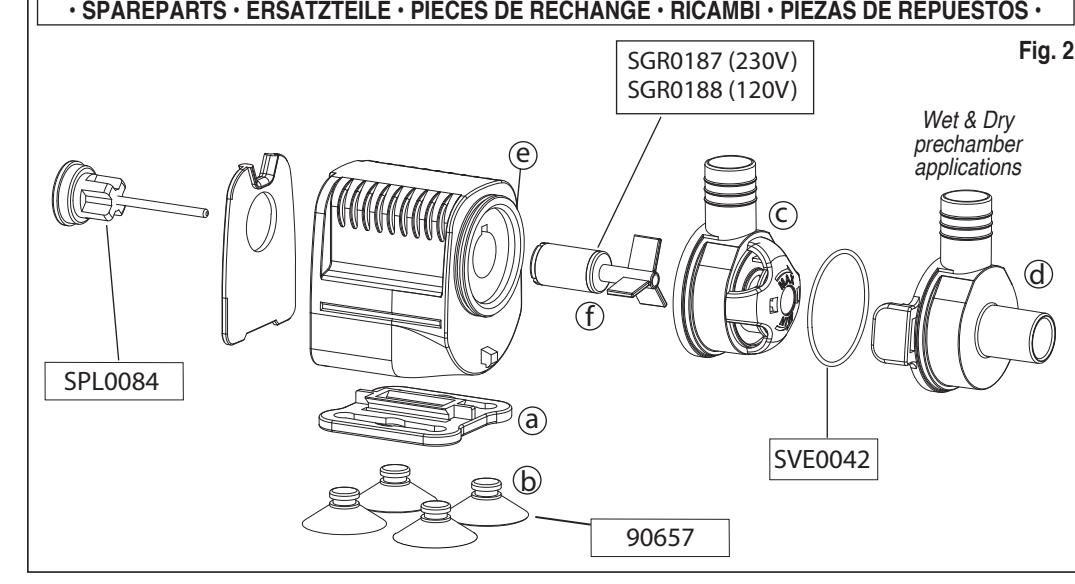

Fig. 2
1) Inserire le ventose nei fori della pompa o del supporto. Nel caso di utilizzo del supporto, inserire il supporto sulla pompa (Fig. 2 a+b).
1) Introduzca las ventosas en los agujeros de la base (Fig. 2 a+b) y deslice la base bajo el cuerpo de la bomba.
1) Plaats de zuignappen in de gaten van de basis (Afb. 2 a+b) en zet de basis onder het pomphuis.
3) Nell'imballo vi sono due precamere: **PRECAMERA CON REGOLAZIONE** (già montata sulla pompa per uso sommerso in acqua), girando il regolatore è possibile variare il flusso dell'acqua da un MIN di 140 l/h ad un MAX di 430 l/h. **PRECAMERA LUNGA** (per uso della pompa in linea, modalità WET&DRY, con l'aiuto di tubi di connessione sia in entrata che in uscita. Per sostituire la precamera con regolazione, ruotare la precamera stessa a destra o a sinistra, fare una leggera pressione e staccare. Per fissare questa precamera e garantire una totale tenuta è necessario inserire la guarnizione in dotazione nella sua sede (Fig. 2 e) e successivamente collegare la precamera nella parte frontale della pompa).
Per eseguire la manutenzione periodica della pompa è necessario innanzitutto staccare la spina dalla presa di corrente elettrica e poi estrarre la pompa completa dall'acqua. Pulire regolarmente la pompa ed il rotore (Fig. 2). In caso di acqua molto calcarea o con molti residui, si consiglia una pulizia più frequente. Procedere nel modo seguente: Togliere il prefiltro dalla pompa (Fig. 2 c o d), estrarre il rotore (Fig. 2 f). Pulire tutte le parti e le loro sedi con acqua corrente. Non usare oggetti duri per togliere eventuali incrostazioni ma uno spazzolino morbido con sapone o aceto. L'usura della girante o dell'albero può provocare un leggero rumore pertanto, se dopo la pulizia suddetta, la pompa facesse rumore si consiglia di sostituirla con uno nuovo.
Depositi di calcare o con molti residui, si consiglia una pulizia più frequente. Procedere nel modo seguente: Togliere il prefiltro dalla pompa (Fig. 2 c o d), estrarre il rotore (Fig. 2 f). Pulire tutte le parti e le loro sedi con acqua corrente. Non usare oggetti duri per togliere eventuali incrostazioni ma uno spazzolino morbido con sapone o aceto. L'usura della girante o dell'albero può provocare un leggero rumore pertanto, se dopo la pulizia suddetta, la pompa facesse rumore si consiglia di sostituirla con uno nuovo.
Para a manutenção periódica da bomba, antes de mais desligue a ficha da rede eléctrica e depois retire a bomba. Limpe regularmente a bomba e o rotor. Em caso de água rica em Cálcio e muita sulfide ou muitos detritos recomendamos uma limpeza mais frequente. Prossiga da seguinte forma: Retire a pre-camara (Fig. 2 c o d) da bomba e retire o rotor (Fig. 2 f). Limpe todas as peças: a precamara, o rotor, o veio e todos os suportes. Não retire a sujeira através de meios duros mas antes utilizando uma escova macia com vinagre (para ajudar a desfaçer detritos sólidos de cálcio ou outros). Se depois do veio fizer demasiado ruído, substitua-o por um novo. No caso de utilizar o deflector limpe-o também conforme descrito acima. Monte tudo na ordem inversa.
3) В комплект поставки входят две камеры: Регулируемая камера (уже в сборе с насосом для погружного использования); включите регулятор расхода воды на передней стороне насоса для изменения потока. Диаметр выхода 12 мм. Сухая камера (для погружного и встроенного использования): Снимите регулируемую камеру. Вставьте уплотнительное кольцо (рис. 2 e) и подвесьте сухую камеру. Диаметр входа и выхода 12 мм.